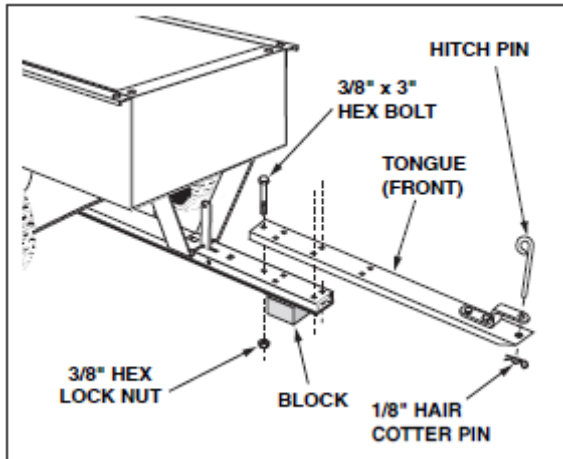

Рис. 12
20. Скрепите переднее и заднее водило с помощью 3-х болтов (3/8x3) и гаек (3/8). См. рис. 12.
21. Вставьте штырь в кронштейн сцепки и водило, и закрепите его с помощью игольчатого шплинта (1/8). См. рис. 12.